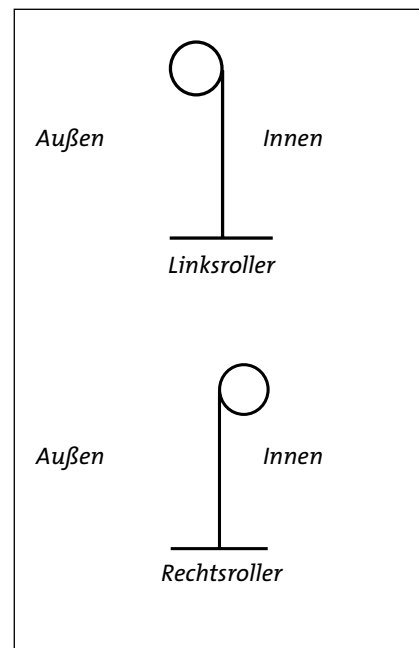

Abb. 4 : Montage als Einbaurollladen
- Es gibt 2 Montagemöglichkeiten als Einbaurollladen: Rechtsroller und Linksroller, siehe Abb. 4